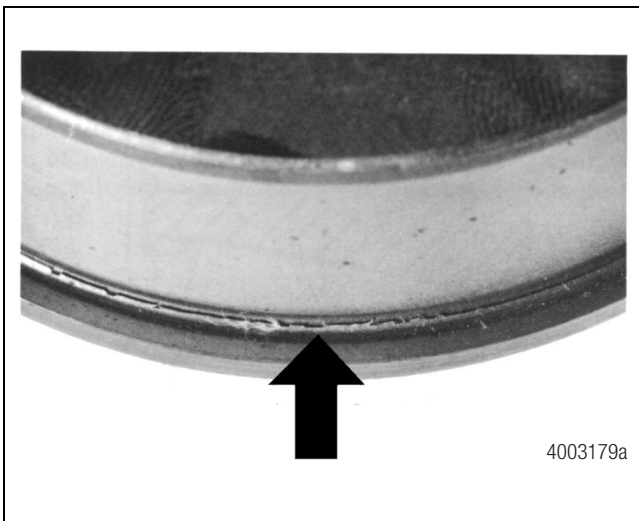

Figura 4.6
B. La costilla está desgastada. Figura 4.6.